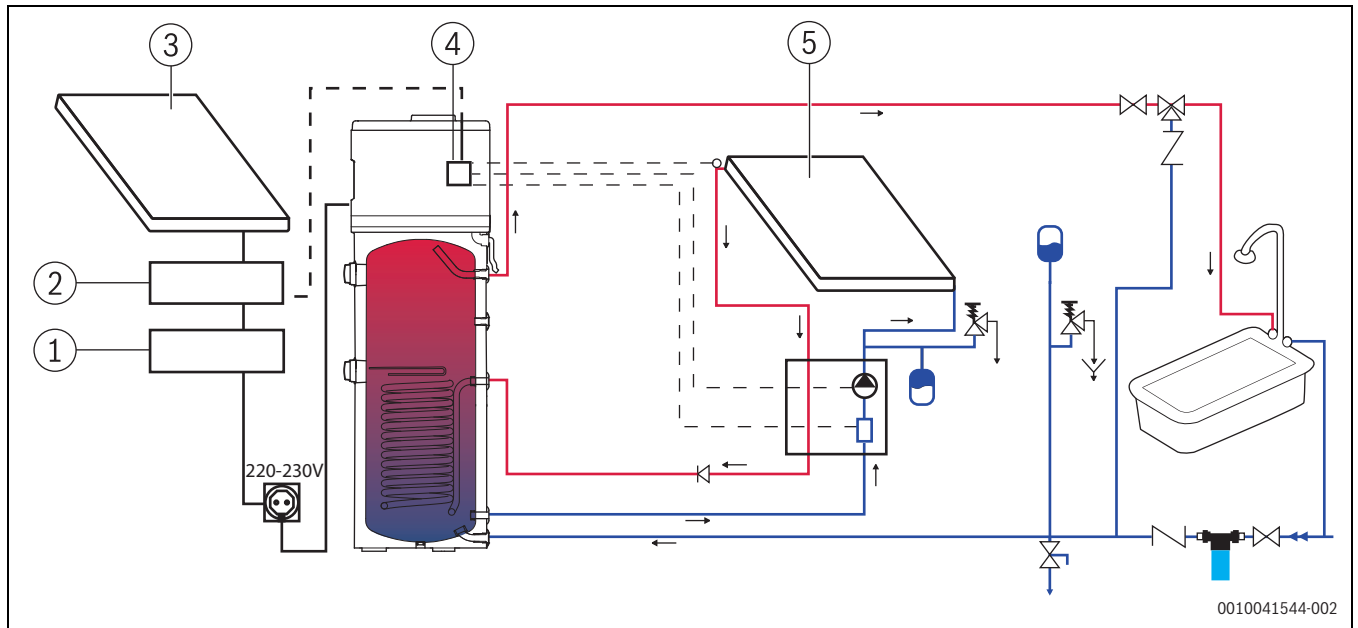
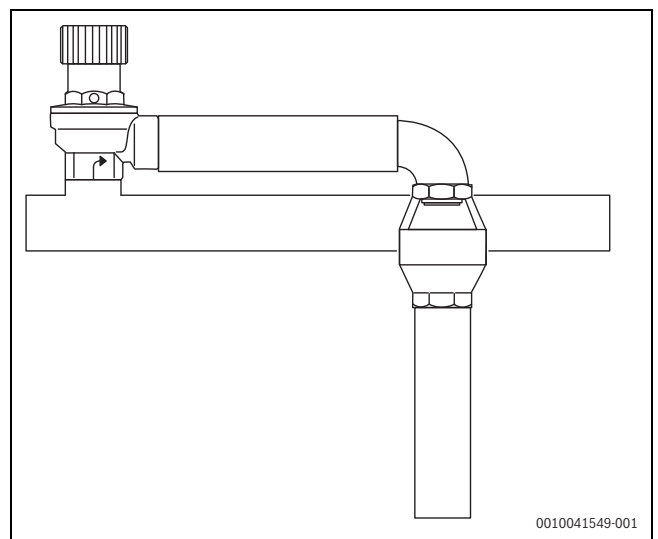

Bild 34
Bild 35 Auffangbehälter
In der Kaltwasserzuleitung muss ein 8 bar-Sicherheitsventil montiert sein (Abb. 34, Tabelle Tab. 13 "Symbolerklärung"). Zwischen Sicherheitsventil und Speicherbehälter dürfen sich keine Absperrventile und Entnahmemarmaturen befinden.
**i** Das Ablaufrohr muss am Sicherheitsventil mit kontinuierlicher Abwärtsneigung installiert sein. Die Installation muss an einer frostgeschützten Stelle erfolgen (Abb. 34, Tab. 13 "Symbolerklärung"). Die Montage eines Auffangbehälters ist zwingend vorgeschrieben (Abb. 35)